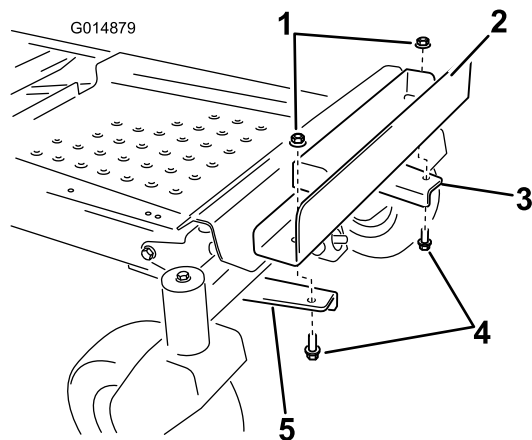

Figura 6
6. Installate la staffa di supporto della zavorra sulla staffa di montaggio (Figura 6). Allineate i fori interni della staffa alle staffe di montaggio precedentemente installate. Accertatevi che la staffa sia in posizione centrale rispetto al telaio. Fissatela con due bulloni (3/8 x 1 poll.) e due dadi di bloccaggio (3/8 poll.).